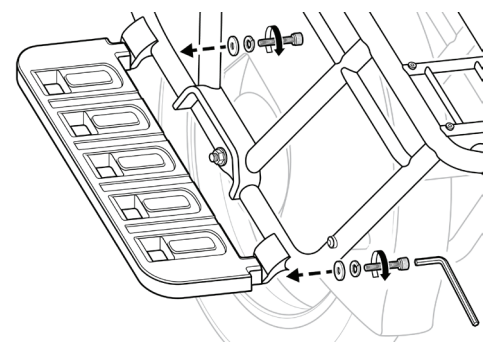

Figure 2 Fixez les vis aux points de montage du cadre.
- 4. Serrez les vis de fixation.** Appuyez la plateforme contre le point de montage et utilisez une clé Allen de 6 mm pour serrer chaque vis uniformément, en alternant entre les vis jusqu'à ce qu'elles soient bien fixées. Reportez-vous à la figure 2.